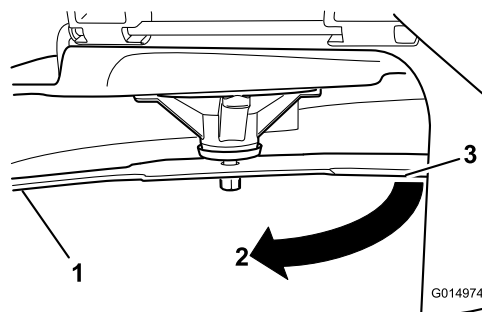

Figura 92
3. Distancia medida entre la cuchilla y la superficie (A)
4. Gire la misma cuchilla 180 grados de manera que el otro extremo esté en la misma posición (**Figura 92**).